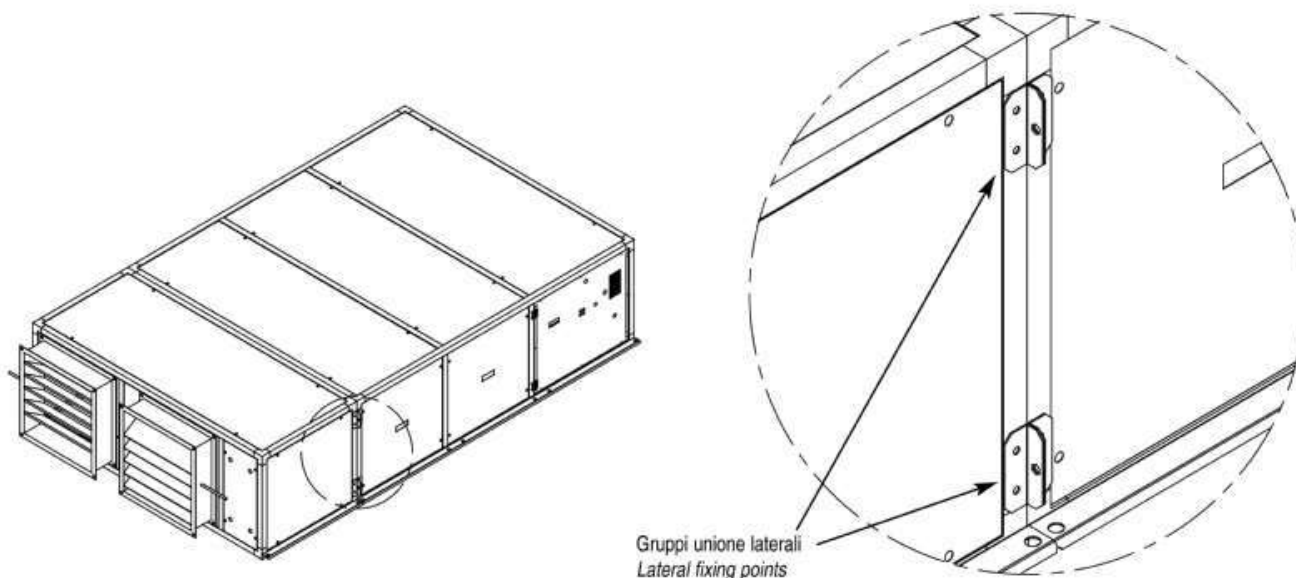

fig. 6
- Rimontare i pannelli ispezione e serrare le viti (fig. 6).
- Assemble the inspection panels and thighten the screws (fig.6).